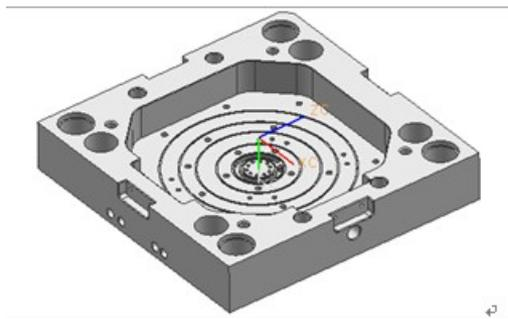

图5-80 “banb.prt”文件。
- 1。打开光盘中的 [ Lianxi\Ch05\banb.prt ] 文件，如图 5-80 所示。使用 [ 深度加工轮廓 ] 功能对工件中的陡峭区域进行半精加工和精加工，加工前需详细分析工件的结构，确定使用哪些刀具加工最合理。